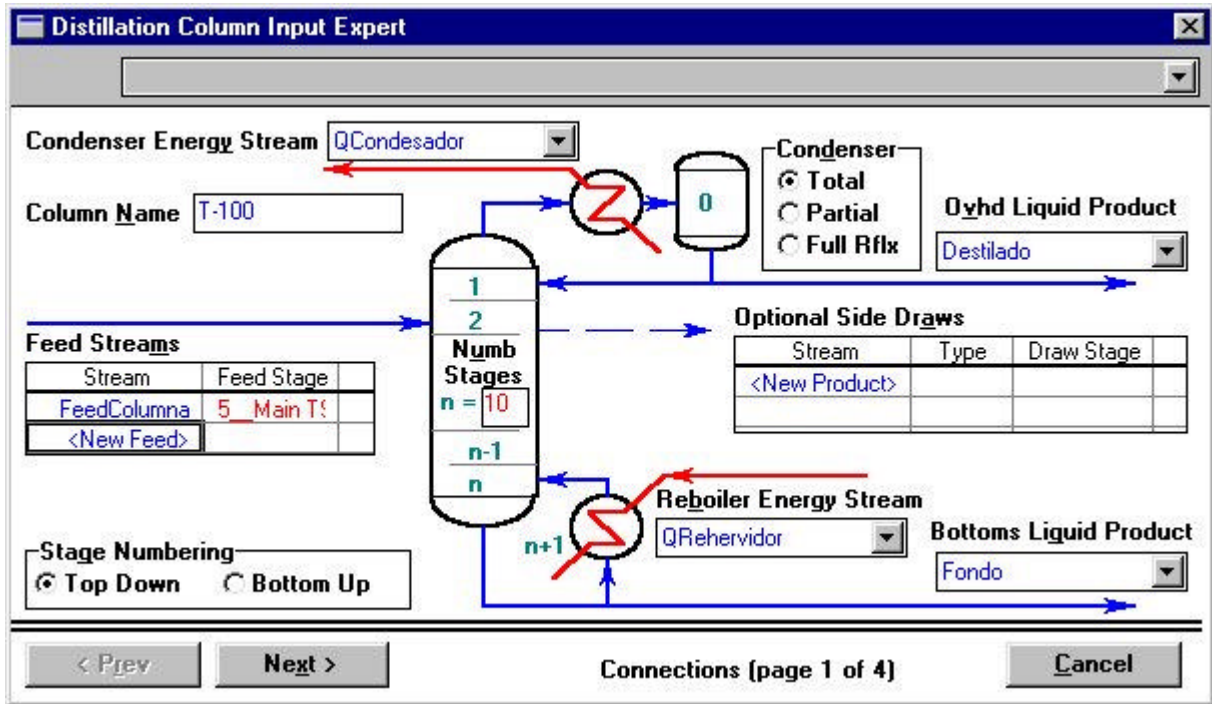

Fig. 41
- Nombres de las corrientes de materia y energía según se muestra en la Fig. 41.